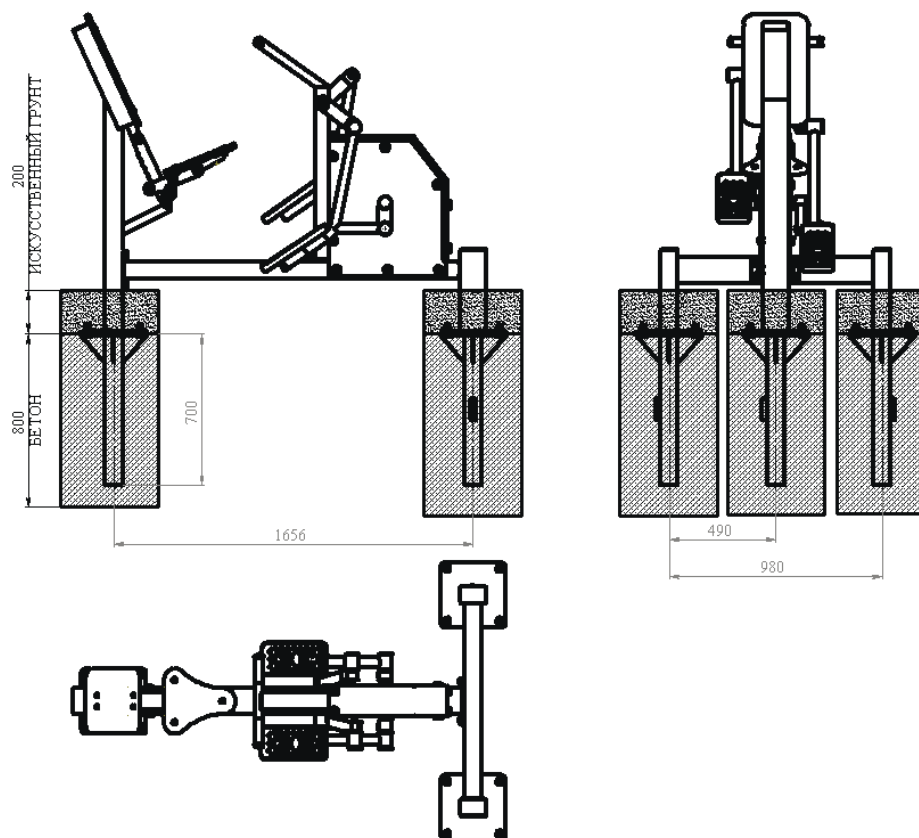

РИС. 2
- верх фундамента должен располагаться на глубине не менее чем на 200 мм от поверхности покрытия площадки, как это изображено на рисунке рис. 2;